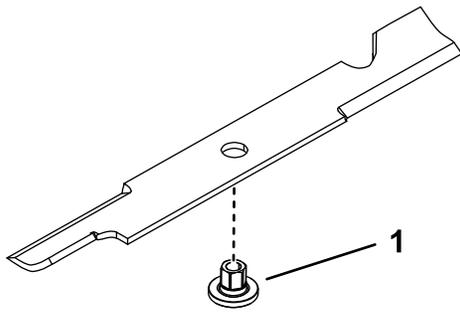

Bild 8
1. Montieren Sie eine Buchse durch das Messer, wobei der Bund der Buchse auf der unteren (Gras-)Seite des Messers liegen muss (**Bild 8**).